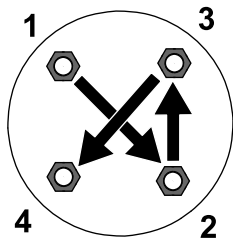

Figura 11
3. Serrate i dadi a staffa (in sequenza incrociata come mostrato nella Figura 11) a un valore compreso tra 108 e 122 N·m.